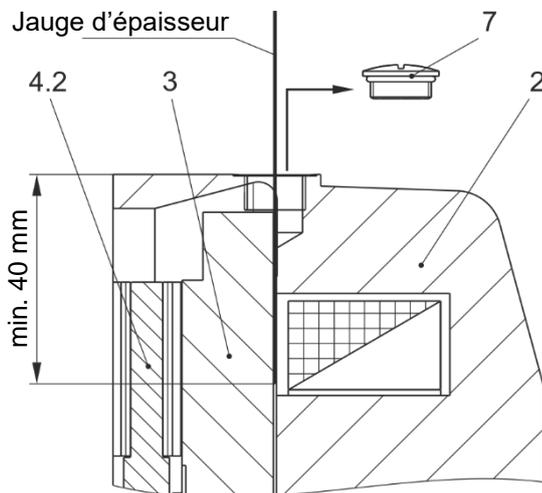

Fig. 33
Contrôler l'entrefer à l'aide d'une jauge d'épaisseur après avoir enlevé le bouchon d'étanchéité / bouchon fileté (7). Celle-ci doit être introduite au minimum à 40 mm de profondeur (voir fig. 33), afin de pouvoir mesurer l'écart entre le disque de freinage (3) et le porte-bobine (2).